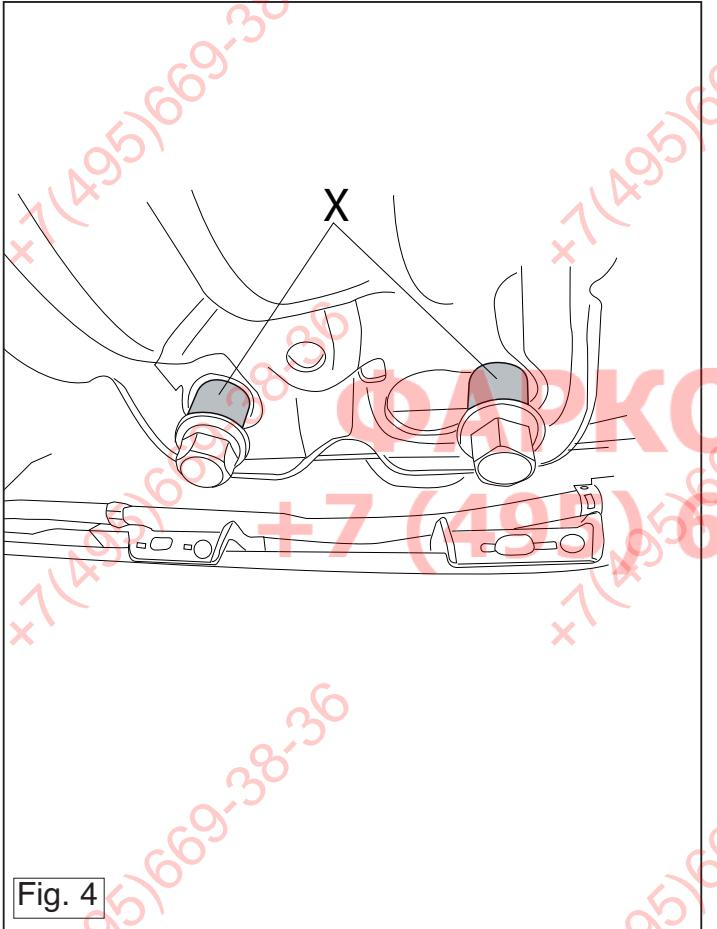

Fig. 4
13. Monter reservehjulet. (Se fig. 4)
13. Montare la ruota di scorta. (Vedere Fig. 4).
13. Montować koło zapasowe. (rys.4).